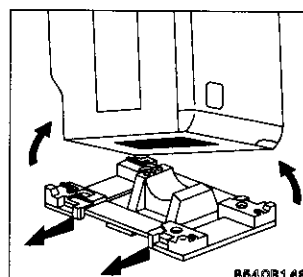

Fig. 1
- Otez l'emballage de l'appareil. Inclinez l'appareil vers l'arrière, faites-lui faire un quart de tour sur un des coins arrière pour enlever le socle de transport. Ce dernier se dégage naturellement de l'appareil (fig. 1).